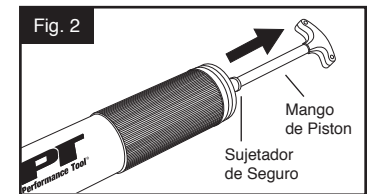

Fig. 2
2. Jale completamente el mango hacia atras para que la cabeza del piston se asegure en su lugar (Fig. 2)